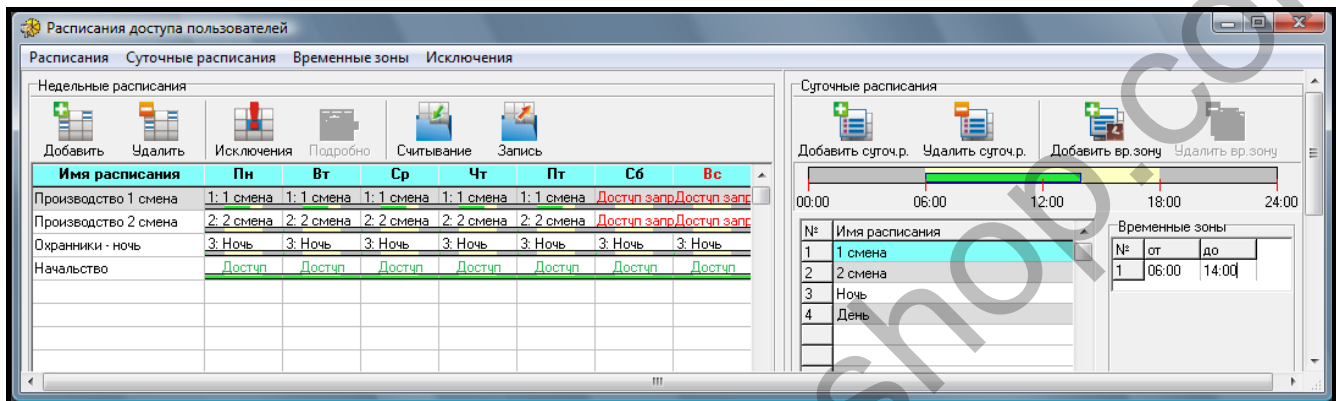
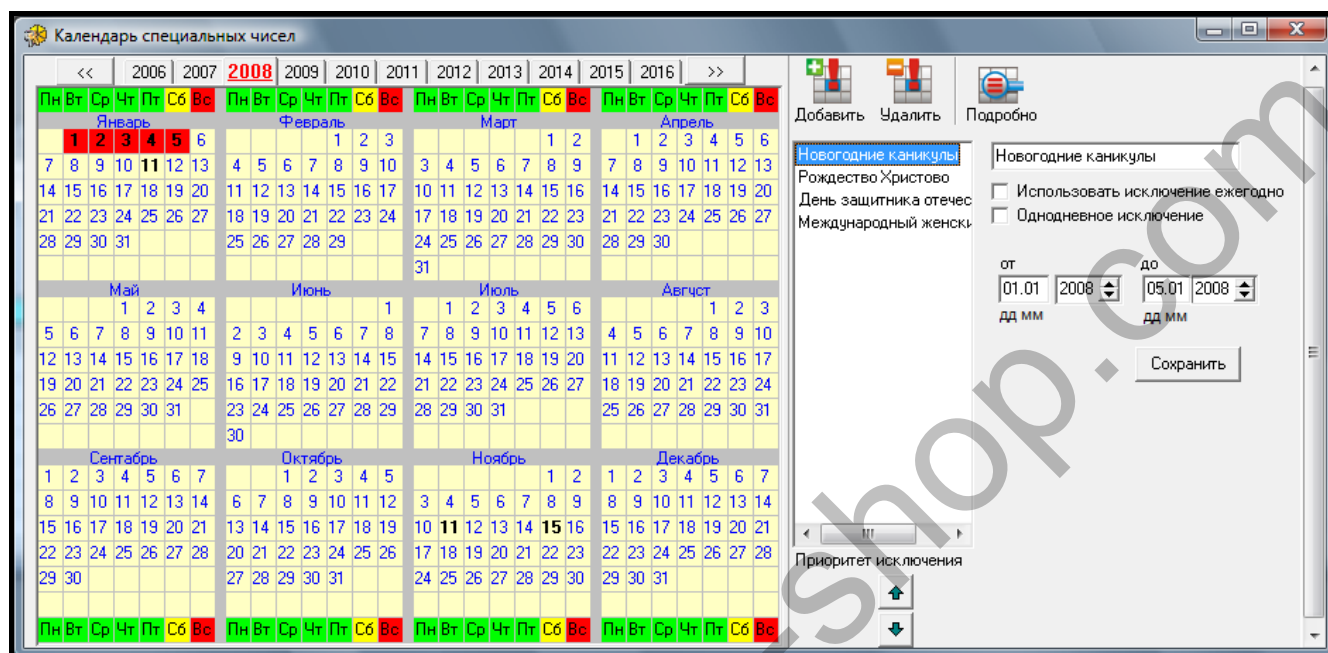

Рис. 31. Окно с расписаниями доступа.
Рис. 32. Окно с календарем специальных чисел.
1. Кликните по кнопке РАСПИСАНИЯ, доступной в главном меню программы (см.: рис. 22). Откроется окно РАСПИСАНИЯ ДОСТУПА ПОЛЬЗОВАТЕЛЕЙ (см.: рис. 31).
1. Кликните по кнопке ИСКЛЮЧЕНИЯ, доступной в окне РАСПИСАНИЯ ДОСТУПА (см.: рис. 31). Откроется окно КАЛЕНДАРЬ СПЕЦИАЛЬНЫХ ЧИСЕЛ (см.: рис. 32).